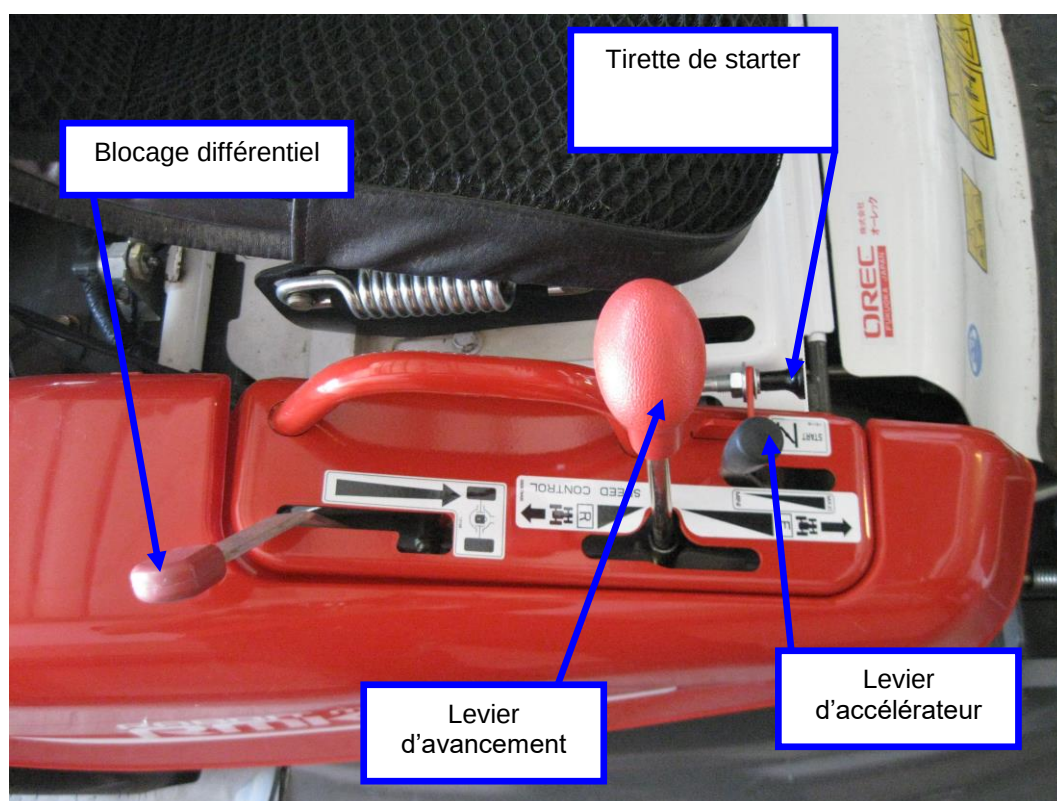

Figure 3
Il est utilisé pour faire avancer, reculer ou arrêter la machine (Figure 3). Lorsque vous placez le levier derrière la position arrêt (N), la machine recule, Lorsque vous placez le levier devant la position arrêt (N), la machine va avancer.
Il permet de contrôler la vitesse du moteur. On accélère en poussant le levier vers l'avant et on ramène le moteur au ralenti en le tirant en arrière (Figure 3).
Il permet de rendre les deux roues motrices arrière solidaires afin d'éviter qu'une seule patine en condition d'adhérence difficile. On ne doit l'utiliser que momentanément en ligne droite (Figure 3).
TIRETTE DE DEMARRAGE A FROID (FIGURE 3)